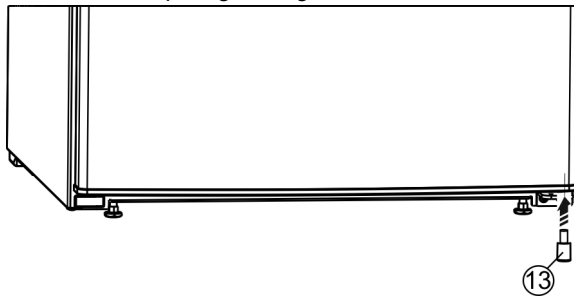

Fig. 10
- ▶ Het afstandsdeel Fig. 10 (13) weer rechtsonder in de deur plaatsen, omdat het belangrijk is voor de stabiliteit van het apparaat.